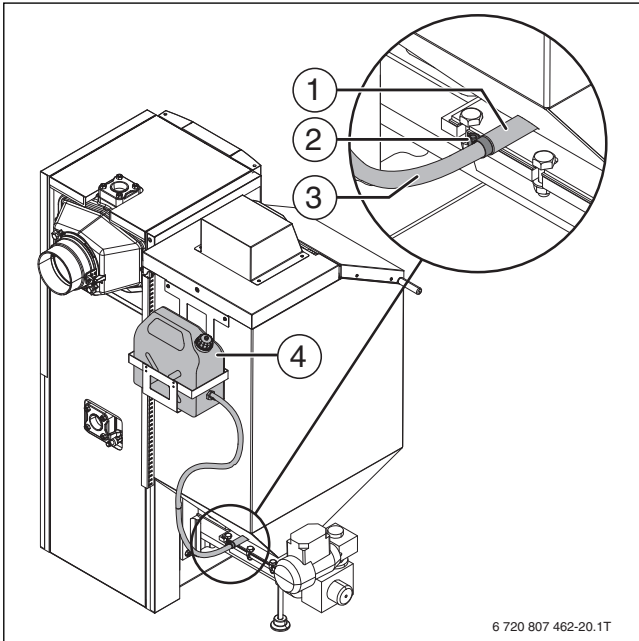

Рис. 31 Система тушения (вид сзади)
- ▶ Закрепите шланг хомутом на термозащите (→ рис. 31, [1]).